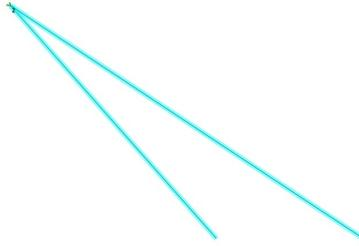

图 5.3.8b 选中图形
操作：①首先选中两条有重合点的独立的线，如下图 5.3.8b 所示。